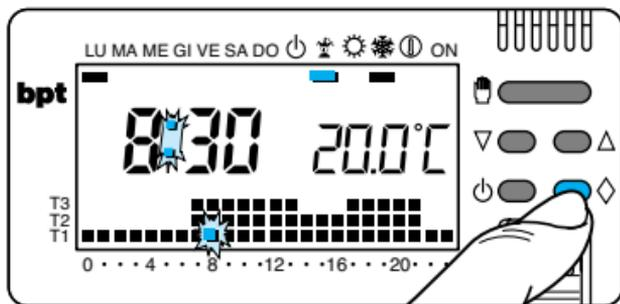

Fig. 41
9.2 -Premere il pulsante \diamond (fig. 41).